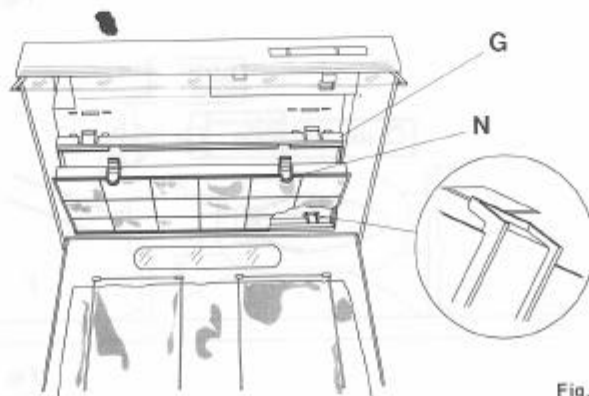

Fig. 6
- **Rechteckiger Filter:** Auf den Rahmen **G** spannen in den Abzug einrasten (Abb. 6).
— Die Halter **N** nach innen drehen und die Matte nach unten hin herausziehen (Abb. 6).
- **Rectangular:** fits on the frame G and snaps into place on the conveyor (fig. 6)